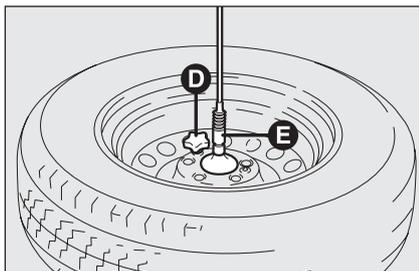

fig. 7b
- prélever la roue remplacée, la raccrocher au support E-fig. 7b et visser le pommeau D-fig. 7b;